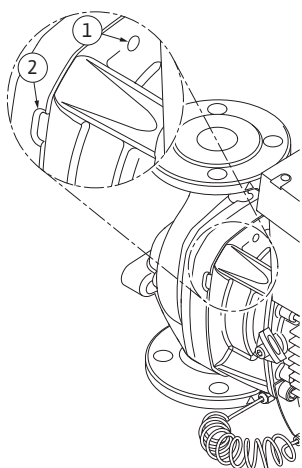

Fig. 53: Găuri filetate și fante pentru împingerea ansamblului motor cu rotor hidraulic din carcasa pompei
13. Împingeți ansamblul motor cu rotor hidraulic (vezi Fig. 13) din carcasa pompei. Pentru aceasta se recomandă utilizarea celor două găuri filetate (Fig. 53, Poz. 1), mai ales pentru slăbirea suportului. Pentru slăbirea fixării în suport, introduceți prin înfiletare șuruburi adecvate în găurile filetate. În cazul în care ansamblul motor cu rotor hidraulic se poate mișca ușor, pentru împingere se pot utiliza suplimentar fantele (Fig. 53, Poz. 2) dintre carcasa pompei și piesa intermediară (pentru aceasta introduceți de exemplu două șurubelnițe și utilizați-le pentru a forma o pârgă). După o cursă de depresare de cca. 15 mm, ansamblul motor cu rotor hidraulic nu se mai află în carcasa pompei.